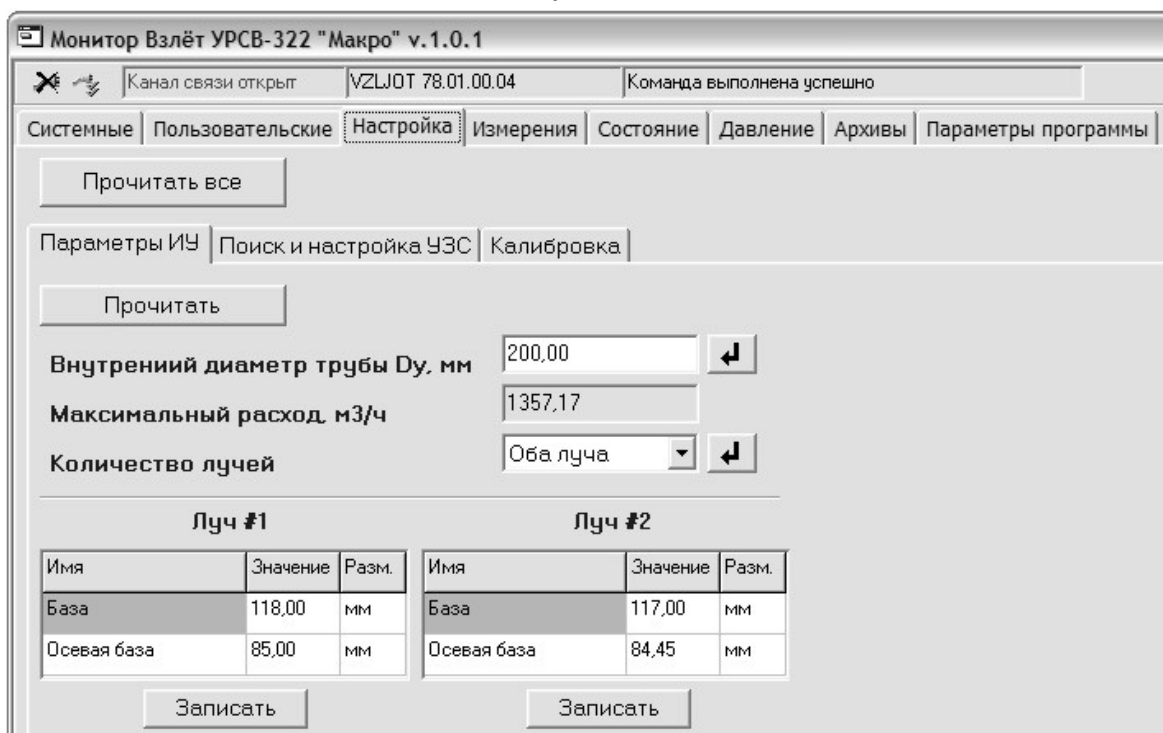

Рис.9. Окно вкладок «Настройка / Параметры ИУ».
3.1.6. Щелкнуть мышкой по вкладке **Настройка**. На дисплее ПК отобразится окно, показанное на рис.9.